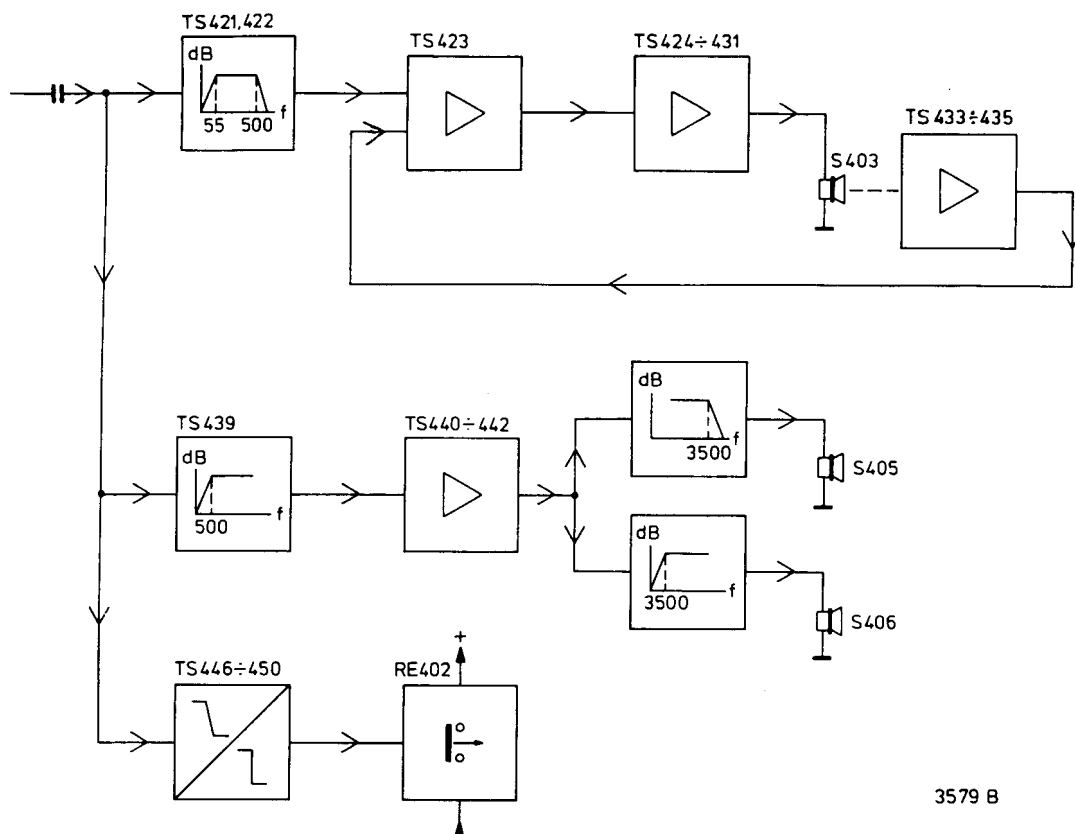
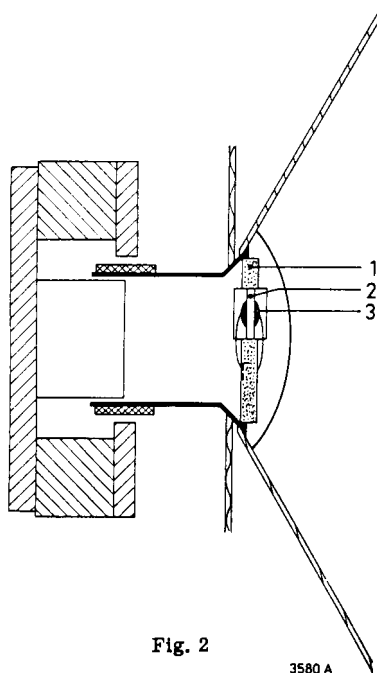

Fig. 1
Fig. 2
Om de werking van het systeem duidelijk is maken, is het nuttig dit eerst in grote lijnen te verklaren (fig. 1), waarna de verschillende delen afzonderlijk kunnen worden behandeld. In de kast zijn twee eindversterkers aangebracht: één voor de lage tonen luidspreker en één voor de midden- en hoog luidspreker. De versterker voor laag weergave is afgesloten met een impedantie van 4 Ω ; het sinus vermogen bedraagt 40 W (400 Hz). In feite wordt voor de midden- en hoog weergave eenzelfde versterker gebruikt. Door deze echter een belasting van 8 Ω te geven, is het sinus vermogen beperkt tot 20 W (1 kHz). Achter laatstgenoemde versterker is een hoog- en laagdoorlaatfilter aangebracht met een kantelpunt van ca. 3500 Hz. Alle frequenties boven de 3500 Hz worden aan de hogetonenluidspreker toegevoerd, terwijl de frequenties van 500 tot 3500 Hz aan de middentonenluidspreker worden toegevoerd. Om de frequenties beneden de 500 Hz af te kappen, is vóór deze versterker een hoogdoorlaatfilter met een kantelpunt van 500 Hz aangebracht. Het ingangssignaal van de box wordt aan dit hoogdoorlaatfilter toegevoerd, maar tevens wordt een laagdoorlaatfilter aan dit ingangssignaal voorzien. Ook dit laatste filter heeft een kantelpunt van 500 Hz; hier echter worden alle frequenties boven de 500 Hz afgekapt. Omdat een weergeefstelsysteem dat beneden de ca. 35 Hz nog weergeeft problemen kan opleveren (rumbel van de platenspeler e.d.) is achter het laagdoorlaatfilter een hoogdoorlaatfilter aangebracht. Deze kapt alle frequenties onder de ca. 35 Hz af. Vervolgens gaat het signaal via een optelschakeling en de eindversterker naar de luidspreker. Het doel van de optelschakeling komt nog ter sprake. De lage tonen luidspreker bestaat uit een normale 8" woofer, waarin echter een versnellingsopnemer is ingebouwd. En juist deze "opnemer" vormt het belangrijkste facet van het gehele systeem. Omdat het niveau dat het oor waarneemt evenredig is met de versnelling van de conus, moet deze versnelling gemeten worden. Dit doet de "opnemer". Achter de versnellingsopnemer is een versterkertrapje aangebracht, waarmee nog enige frequentiecorrecties worden gerealiseerd. Het signaal wordt daarna teruggevoerd naar de zoëven genoemde optelschakeling. Vóór nu de schakelingen verder worden behandeld, is het nuttig te weten hoe de versnellingsopnemer functioneert (fig. 2). Direct boven de bevestiging van de spreekspoel, is een printplaatje (1) bevestigd. In deze print is een gat aangebracht, waarin m.b.v. twee rubber blokjes een keramisch elementje (2) is geklemd. Het element kan daardoor "zwiepen" en reageren op conusversnellingen. Bij elke versnelling zal het een spanning afgeven afhankelijk van deze versnelling. Op het keramisch element, is aan beide kanten een druppel soldeer aangebracht (3), waarmee de draden zijn bevestigd. Omdat het element een nauwkeurig bepaalde massa moet hebben, is het gewicht van de druppels soldeer precies afgestemd. Zoals in de schakeling (deel S403) is te zien, zijn op het printje nog een FET en twee weerstanden aangebracht. Met de 10 M Ω weerstand wordt het element, dat een soort capacitieve generator is, hoogohmig afgesloten. Hierdoor zal de frequentie karakteristiek vlak verlopen. Door deze hoge afsluitimpedantie, neemt echter ook de kans op brom toe, zodat de FET hier als impedantie-omzetter wordt gebruikt. In tegenstelling met de normale methode, wordt het signaal hier van de drain afgenomen; hierdoor wordt een derde aansluitdraad van het printje voorkomen. Om de gate-impedantie van een junction-FET hoog te houden, mag de drain-source spanning niet boven een bepaalde waarde uitkomen. Om dit te bewerkstelligen is de zenerdiode D458 in combinatie met TS433 (geaarde basisschakeling) aangebracht. Nu de werking van de versnellingsopnemer met bijbehorende componenten bekend is, kunnen de overige schakelingen worden behandeld; e.e.a. in dezelfde volgorde als bij de eerste - globale - uiteenzetting (fig. 3).